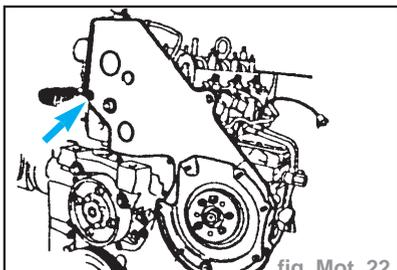

fig. Mot. 22
- Déposer la tôle de protection arrière de courroie de distribution. (fig. Mot. 22).